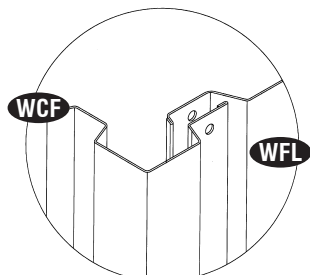

Fig.1
5. Inserte dos piezas de corredizo superior (TS) en el canal corredero. Vea dibujo ampliado.
**Nota** Compruebe que la posición y orientación del corredizo (TS) sea hacia adentro.
**Nota** *Asegúrese de que las piezas se solapan como indica la fig. 1.*